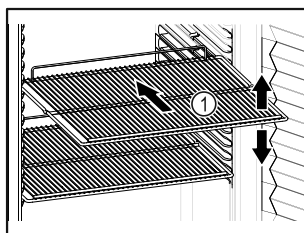

Fig. 61 Eksempelfremstilling
- Hvis oppbevaringshyllene *Fig. 61 (1)* kan flyttes, juster etter høyden.